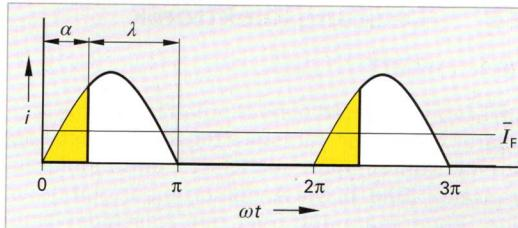

**Bild 2:** Formfaktor des Thyristorstromes in Abhängigkeit des Stromflusswinkels  $\lambda$  bei Einpulsbetrieb
Der Formfaktor  $F$  des Thyristorstromes ist abhängig von der Größe des Stromflusswinkels  $\lambda$  (**Bild 2**).
- Bei einer Anschnittsteuerschaltung beträgt der Dauergrenzstrom des Thyristors 1 A und der Stromflusswinkel  $\lambda = 180^\circ$ . Ermitteln Sie a) den Formfaktor mithilfe von **Bild 2**, b) den Effektivwert des Vorwärtsstromes, c) die Vorwärtsverlustleistung im Thyristor.
- In einer Anschnittsteuerschaltung beträgt der Effektivwert des Vorwärtsstromes 6 A. Der Zündwinkel hat  $90^\circ$ . Wie groß sind a) der Formfaktor nach **Bild 2**, b) der arithmetische Mittelwert des Vorwärtsstromes, c) die Vorwärtsverlustleistung des Thyristors?
- Ein Thyristor hat nach Datenblatt einen Dauergrenzstrom von 5 A. Der Stromflusswinkel beträgt  $30^\circ$ . Ermitteln Sie a) den Maximalwert des Vorwärtstromes, b) den arithmetischen Mittelwert des Vorwärtsstromes, c) den Formfaktor mithilfe von **Bild 2**, d) den Effektivwert des Vorwärtsstromes, e) die Vorwärtsverlustleistung im Thyristor.